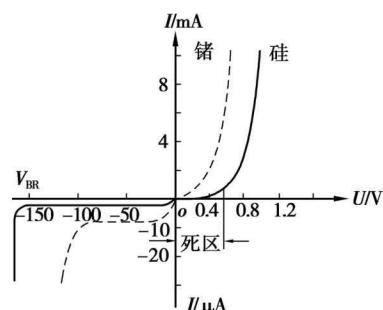

图 1-1
3. 二极管的核心是一个 PN 结，其主要特性是单向导电性。二极管的伏安特性可以详细地描绘二极管的导电特性，二极管正偏时的特性称为正向特性，可分为死区和正向导通区；二极管反偏时的特性称为反向特性，可分为反向截止区和反向击穿区。图 1-1 为二